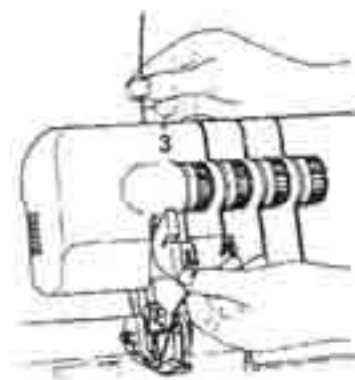

Abb.31
3. Halten Sie den Faden mit den Fingern fest, führen Sie ihn zwischen den Scheiben des Fadenspannwählers **14** hindurch und ziehen Sie ihn dann nach unten (3) (Abb. 31).